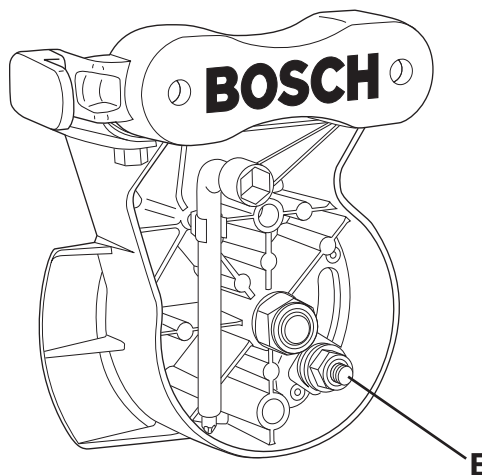

Figura 40. Ajuste de la tensión de la palanca de fijación de bisel
2. Coloque una llave de tubo de 17 mm en la cabeza del perno "E" (Figura 40).